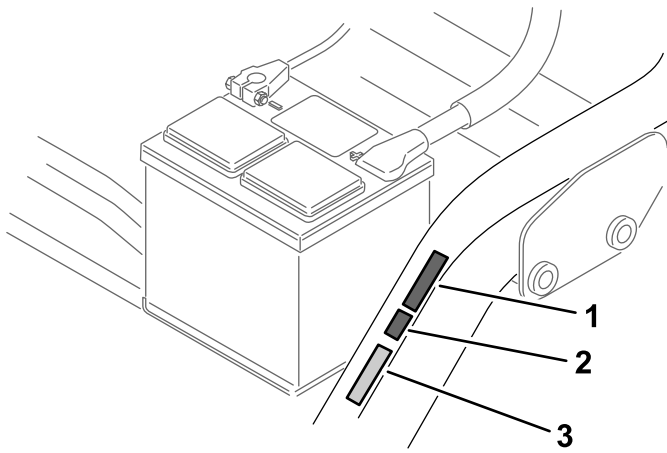

图 17
- 将 CE 标贴粘贴在序列号牌旁边图 17。
- 将 CE 生产年份标贴粘贴在 CE 标贴旁边 图 17。